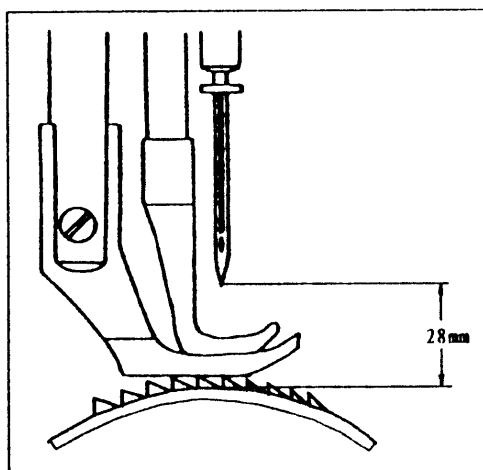

Fig.10
14. REGLAGE EN HAUTEUR DE LA BARRE AIGUILLE (Fig. 10)